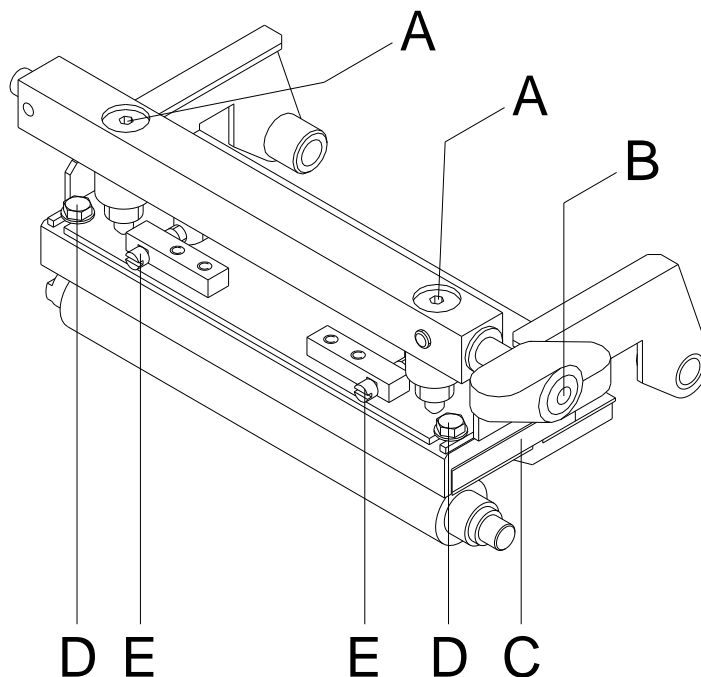

Figure 17
1. Desserrer la vis (D, Figure 17) avec une clé mâle à six pans 5 mm environ  $\frac{1}{4}$  tours.
2. Régler le parallélisme avec les vis (E, Figure 17).
4. Serrer encore les vis (D, Figure 17).
1. Tourner les vis (A, Figure 17) pour modifier la pression de la tête d'impression.
2. Tourner les vis (A, Figure 17) en sens des aiguilles d'une montre pour une augmentation de la pression.
3. Tourner les vis (A, Figure 17) en sens inverse des aiguilles d'une montre pour une réduction de la pression.